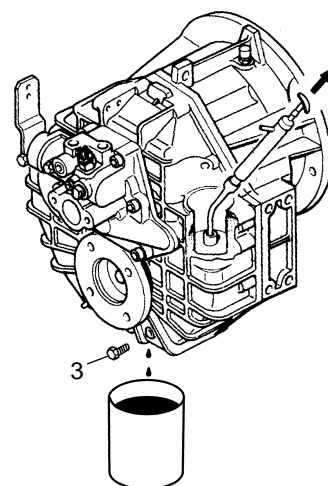

Fig. V-6a
- 2.2.2 **ZF 25 A, ZF 25, ZF 63 IV, ZF 80 A, ZF 80-1A, ZF 80 IV, ZF 80-1IV, ZF 85 A, ZF 85 IV:** Remove the plug (Fig. V-6a, item 3) and let the oil flow from the proper hole.
- 2.2.2 **ZF 25 A, ZF 25, ZF 63 IV, ZF 80 A, ZF 80-1A, ZF 80 IV, ZF 80-1IV, ZF 85 A, ZF 85 IV:** Rimuovere il tappo (fig. V-6a, pos. 3) e fare defluire l'olio dall'apposito foro.
- 2.2.2 **ZF 25 A, ZF 25, ZF 63 IV, ZF 80 A, ZF 80-1A, ZF 80 IV, ZF 80-1IV, ZF 85 A, ZF 85 IV:** Enlever le bouchon (figure V-6a, position 3), et laisser couler l'huile par le même trou.
- 2.2.2 **ZF 25 A, ZF 25, ZF 63 IV, ZF 80 A, ZF 80-1A, ZF 80 IV, ZF 80-1IV, ZF 85 A, ZF 85 IV:** Quitar la tapa (Fig. V-6a, pos. 3) y dejar fluir el aceite a través del orificio.
- 2.2.2 **ZF 25 A, ZF 25, ZF 63 IV, ZF 80 A, ZF 80-1A, ZF 80 IV, ZF 80-1IV, ZF 85 A, ZF 85 IV:** Skru ut pluggen (Fig. V-6a, pos. 3) og la oljen renne ut av hullet.
- 2.2.2 **ZF 25 A, ZF 25, ZF 63 IV, ZF 80 A, ZF 80-1A, ZF 80 IV, ZF 80-1IV, ZF 85 A, ZF 85 IV:** Entfernen Sie den Stöpsel (Pos.3, Bild V-6a) und lassen Sie das Öl aus der entsprechenden Öffnung abfließen.